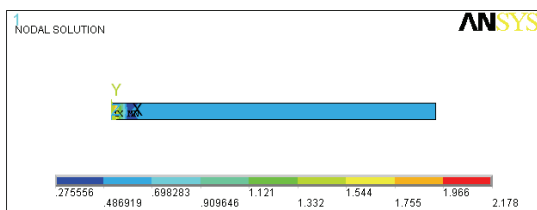

图 6-29 Y 方向应力等值线图
7) 选择 Main Menu | General Postproc | Plot Results | Contour Plot | Nodal Solu 命令，出现 Contour Nodal Solution Data 对话框，在 Item to be contoured 列表框中选择 Nodal Solution | Stress | Y-Component of stress，单击 OK 按钮，ANSYS 窗口将显示如图 6-29 所示的 Y 方向应力等值线图。